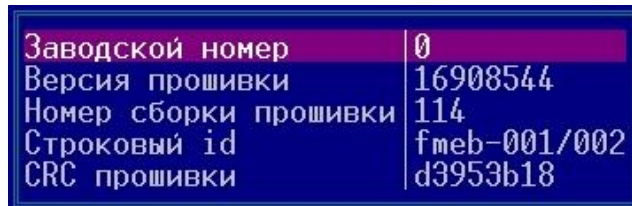

Рисунок 49
- ПАРАМЕТРЫ УСТРОЙСТВА (смотри рисунок 49);